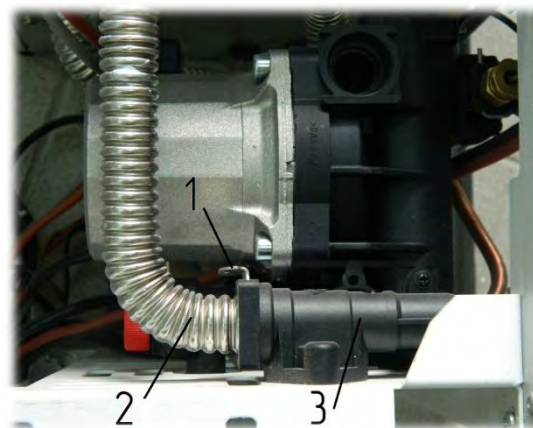

Рис. 18. Демонтаж клапана байпаса
- 4) снять скобу 1 крепления выходной трубы КО (см. Рис. 18);